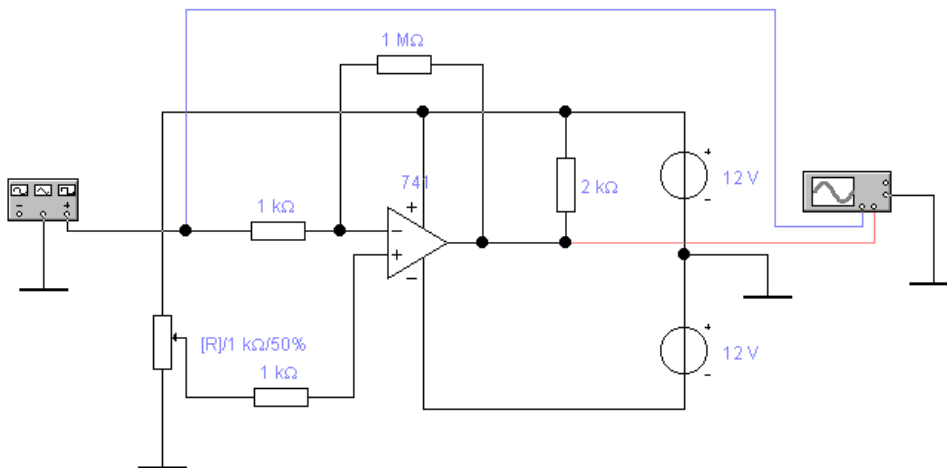

Рис. 5. Схема компаратора напряжения на операционном усилителе
6. Собрать принципиальную схему компаратора напряжения рис. 5.